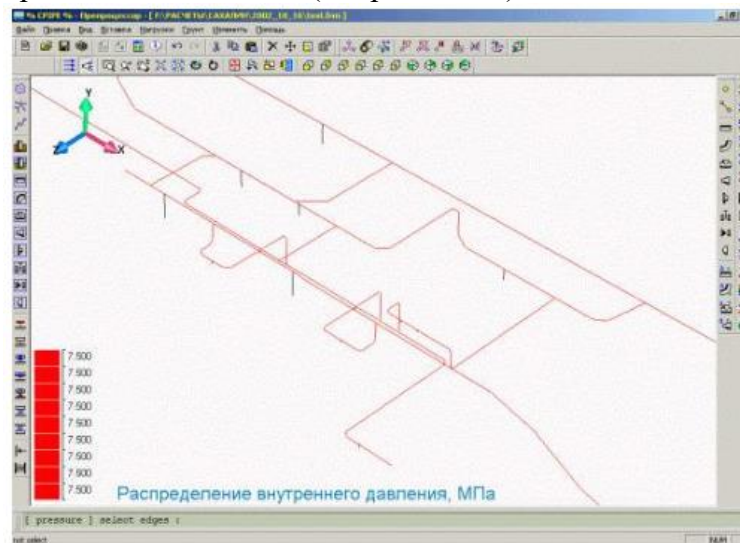

Рис. 5.6.1. Распределение внутреннего давления в трубопроводной системе
1. Выполните пункт меню "Нагрузки\Давление" ("Loads\Pressure") или пиктограмму  панели инструментов "Граничные условия". В результате в графическом окне препроцессора должна появиться модель конструкции, раскрашенная по значениям давления в трубопроводных элементах (см. рис. 5.6.1.).